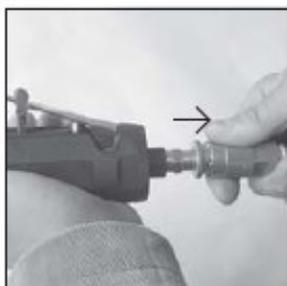

Fig. 7
1. Scollegare l'utensile dall'alimentazione dell'aria (vedi Fig. 7).